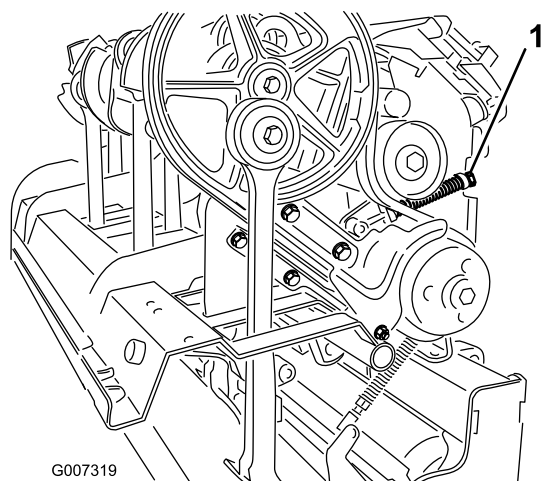

Figure 38
4. Pour détendre le ressort de la poulie de tension, desserrez le contre-écrou de fixation de la retenue (Figure 38) et tournez la retenue.